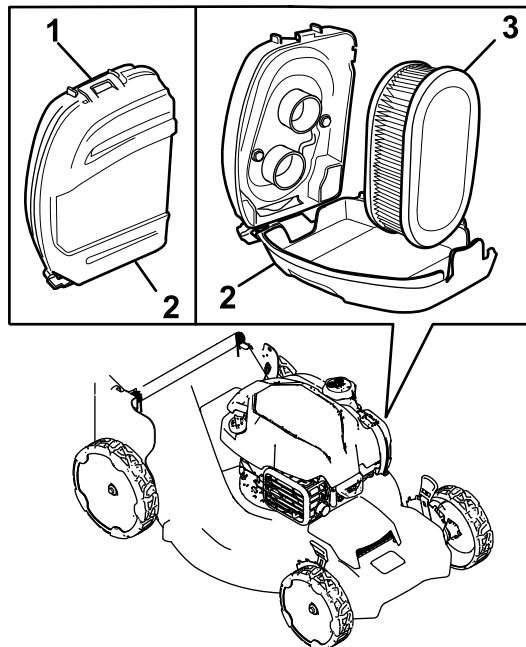

Рисунок 23
1. Расфиксируйте защелку в верхней части крышки воздушного фильтра (Рисунок 23).
2. Извлеките воздушный фильтр (Рисунок 23).